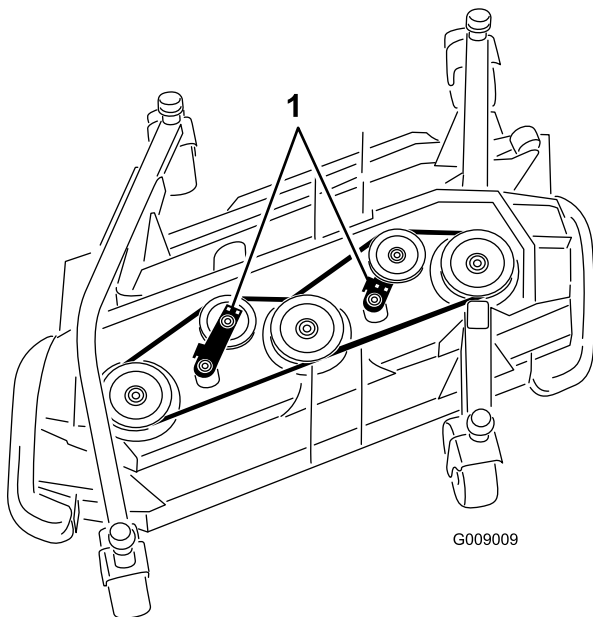

図 117
5. ラatchetレンチのようなものを使って、アイドルプーリを駆動ベルトから離してベルトの張りをなくし、プーリからベルトを外す 図 117。